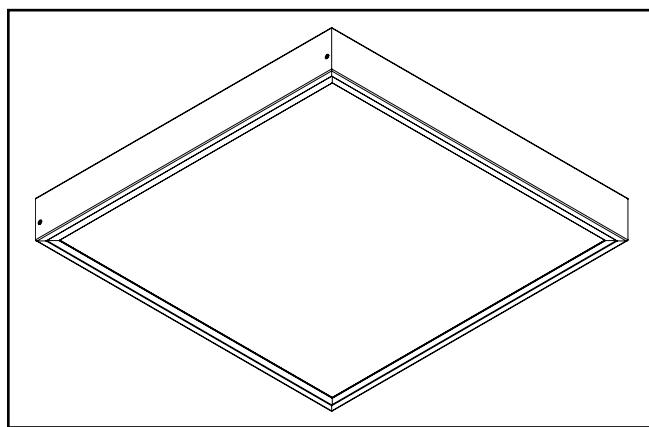

Figura 16.
2. Vuelva a instalar la pieza del marco extraída con los tornillos sostenedores para completar la instalación. (Figura 16.)